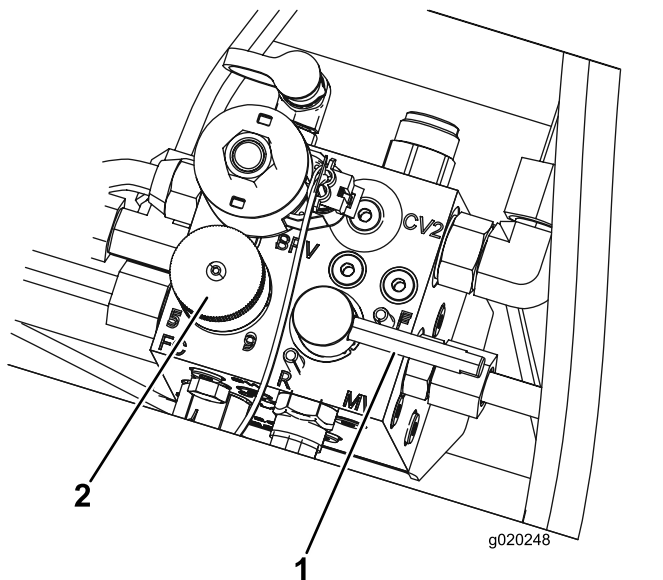

Bild 101
3. Drehen Sie den Läpphebel in die F-Stellung (Bild 101).